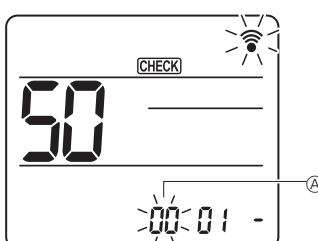
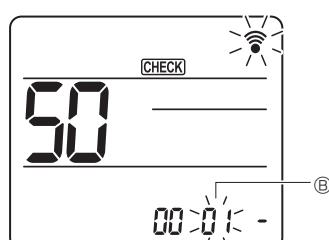

Fig. 6-17
Fig. 6-18
② Definir o número da unidade
- Prima o botão **\downarrow** para definir o número da unidade **Ⓐ**. (Fig. 6-17)
③ Selecionar um modo
- Prima o botão **\downarrow** para definir o número do modo **Ⓑ**. (Fig. 6-18)